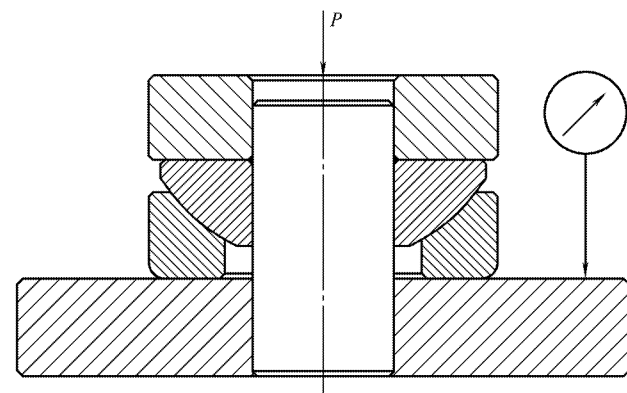

图 2
6.2.1 推力关节轴承和角接触关节轴承轴向静载荷试验安装方式如图2所示。